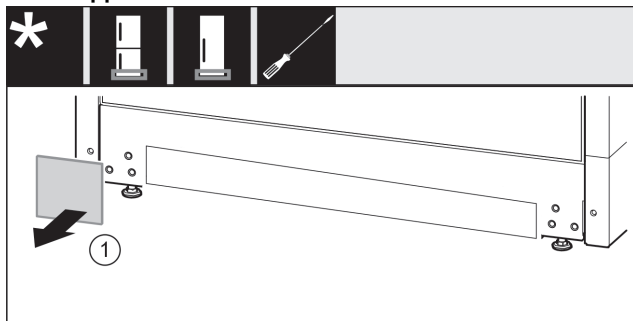

Fig. 13
- ▶ Afdekking verwijderen. Fig. 13 (1)